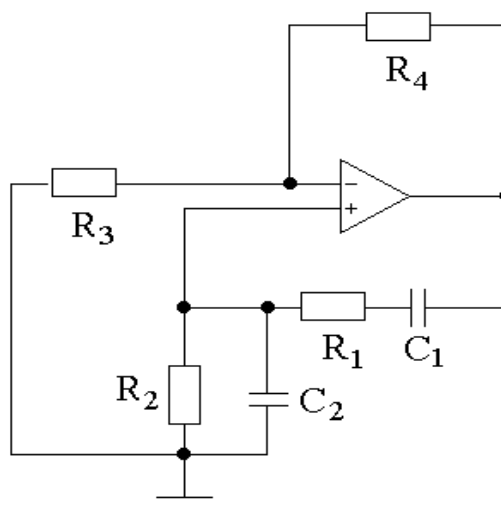

Рис. 10. Генератор Вина
**Генератор на основе моста Вина.** Этот распространенный тип генератора синусоидального напряжения может быть реализован по схеме, представленной на рис. 10.
Смоделируйте схему, представленную на рис.10 на операционном усилителе 741 (УД608). Значения параметров  $R_1=R_2=3\text{кОм}$ ,  $R_3=10\text{кОм}$ ,  $C_1=C_2=33\text{нФ}$ .
Соберите схему, представленную на рис. 10, на операционном усилителе УД608. Значения параметров  $R_1=R_2=3\text{кОм}$ ,  $R_3=10\text{кОм}$ ,  $C_1=C_2=33\text{нФ}$ . Сопротивление  $R_4$  возьмите как последовательно соединенные сопротивления  $10\text{кОм}$  и переменное сопротивление  $22\text{кОм}$ .